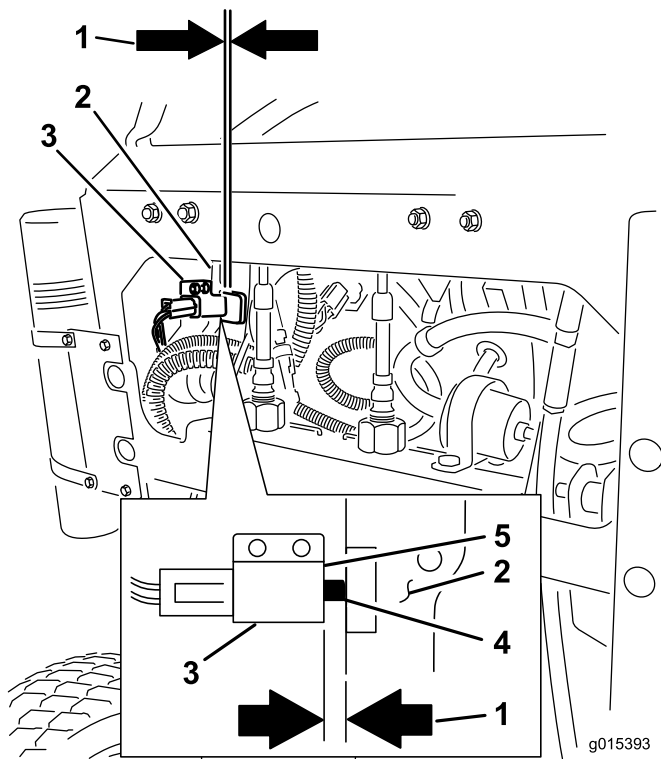

Figura 64
12. Controllate la distanza tra la leva del freno e la superficie del comando come indicato in Figura 64. La distanza deve essere di 3 mm con il freno **innestato**.